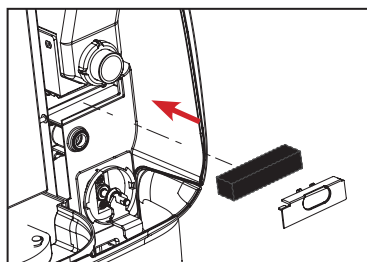

Fig. 2
1. Udskift filteret og dets dæksel. (Se fig. 2).